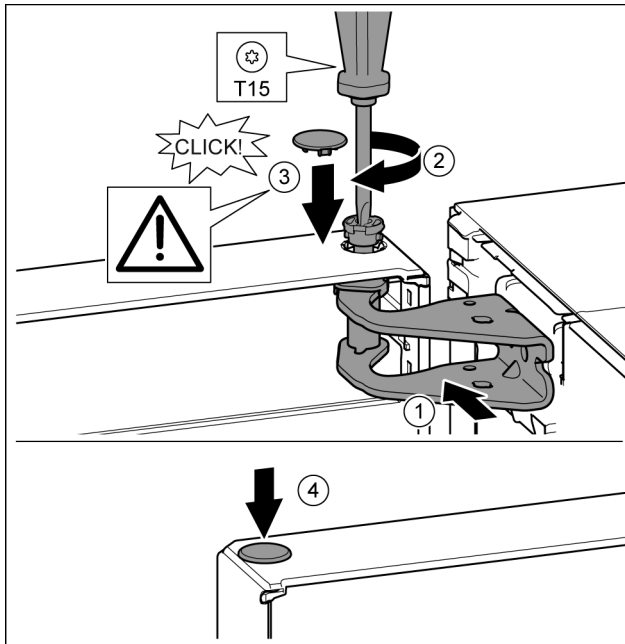

Fig. 40
- ▶ Alinee la parte superior de la puerta respecto a la abertura en el soporte de cojinete. Fig. 40 (1)
- ▶ Introduzca el perno y atorníllelo con el destornillador T15. Fig. 40 (2)
- ▶ Montar la cubierta del seguro para asegurar la puerta: introduzca la cubierta del seguro y compruebe si descansa sobre la puerta. De lo contrario, introduzca por completo el perno. Fig. 40 (3)
- ▶ Coloque el tapón. Fig. 40 (4)